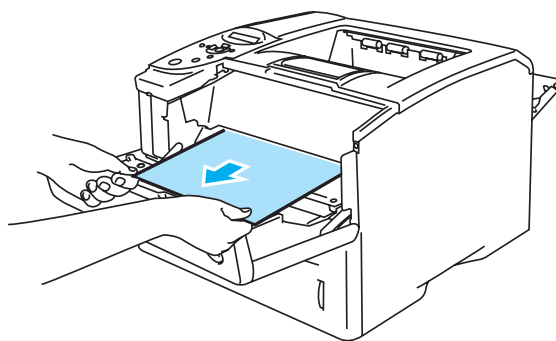

Figure 6-12
- Ne touchez pas aux parties indiquées en grisé sur les figures 6-12 et 6-13 pour éviter les dégradations éventuelles de la qualité d'impression.